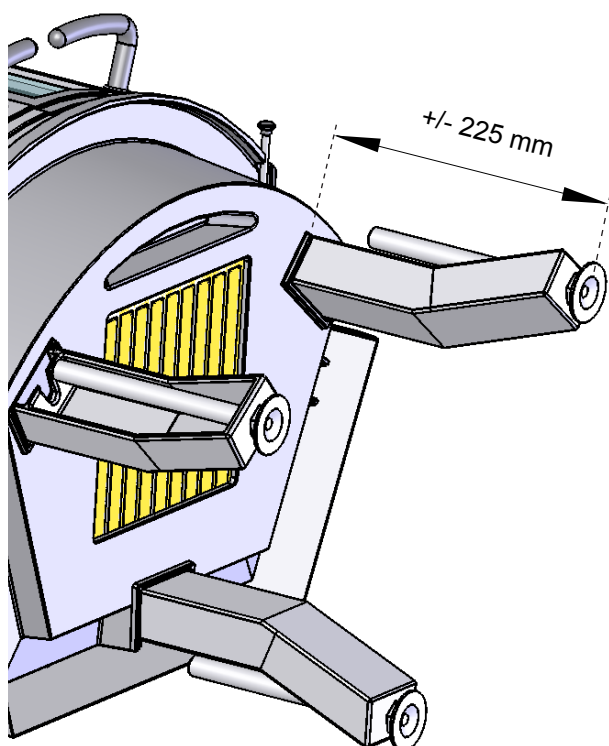

FIG 3 ^T
RYS. 3: W przypadku pokrycia podłogowego z materiału palnego, powierzchnię podłogi pod wkładem należy przykryć blachą stalową (1) o grubości minimum 0,7 mm. Umieścić wkład (2) zgodnie z rysunkiem i wykonać połączenie kominowe.